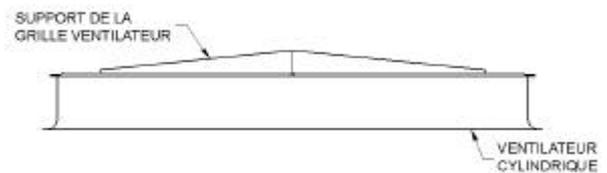

Figure 26 - Installation du support
1. Placer le cadre support à travers le haut du cylindre de refoulement (Voir Figure 26).